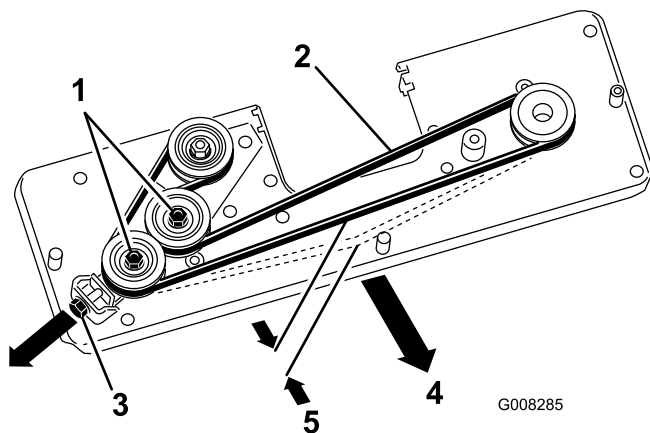

Figure 37
4. Desserrez les 2 écrous hex. sur la poulie de tension (Figure 37).
5. Réglez l'écrou M10 jusqu'à ce que la courroie présente une flèche de 5 mm quand elle est soumise à une force de 30 N (Figure 37).